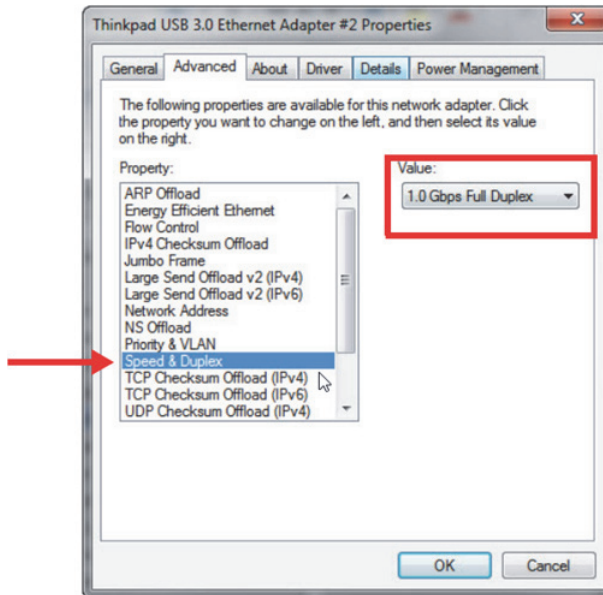

Figura 7-3 Configurazione Speed & Duplex
- Nella scheda **Advanced** (Avanzato) in **Properties** (Proprietà), selezionare **Speed & Duplex** (Velocità e duplex) e, in seguito, in **Value** (Valore), cambiare il valore con **1.0 Gpbs Full Duplex** (Full duplex 1,0 Gpbs) o **Auto-Negotiation** (Negoziazione automatica) [Figura 7-3 a pagina 80].